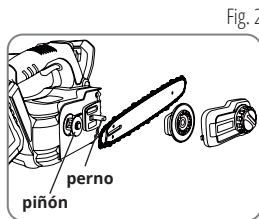

Fig. 2
2. Retire la cubierta de la cadena (fig. 2).